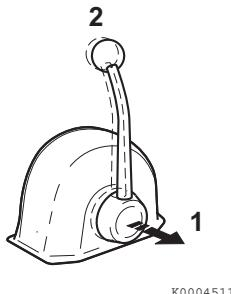

Figura 18
Quando o manípulo é puxado para fora (**Figura 18, (1)**), a velocidade do motor pode ser controlada sem engatar a embraiagem. A embraiagem mantém-se em NEUTRO, sem posição de carga. Vire botão (**Figura 18, (2)**) no sentido contra-río ao dos ponteiros do relógio para mover o manípulo ou no sentido dos ponteiros do relógio para bloquear o manípulo.